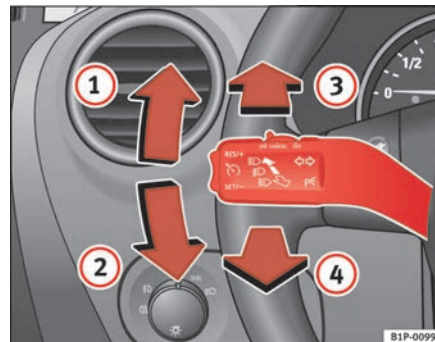

Fig. 77 Palanca de intermitentes y de luz de carretera
- Desplace la palanca hacia arriba hasta el tope ⇒ fig. 77 ① para encender el intermitente **derecho** o bien hacia abajo ②, para encender el intermitente **izquierdo**.
- Desplace la palanca hacia adelante $\Rightarrow$ página 123, fig. 77  para encender la luz de carretera.